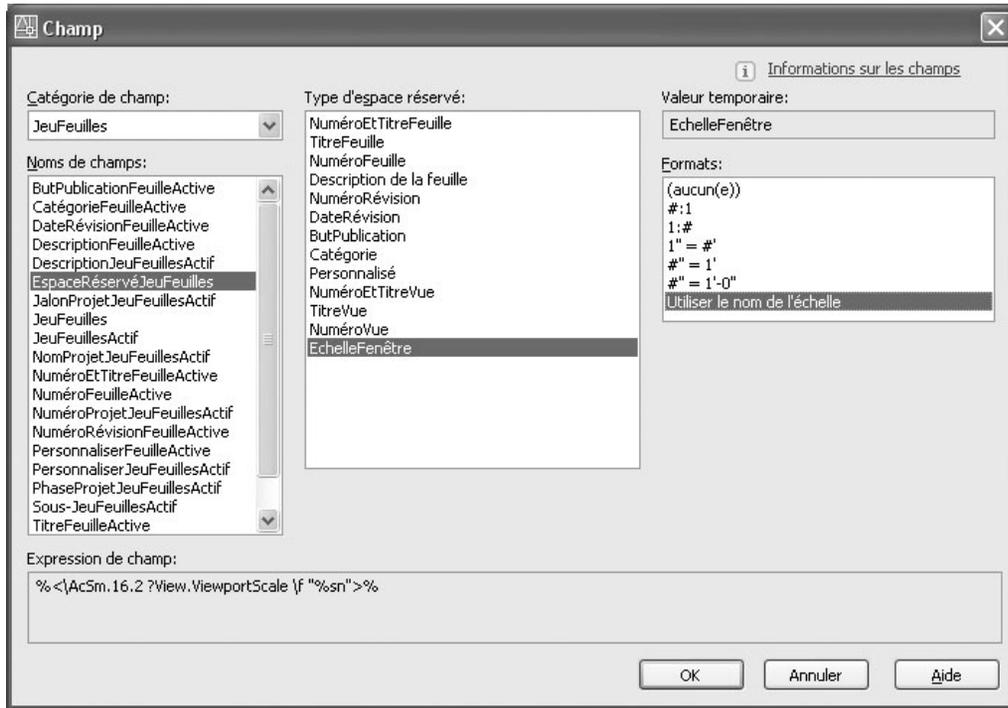

Fig.24.22
- 13 Dans la boîte de dialogue **Champ** (Field), sélectionner les options suivantes (fig.24.22) :